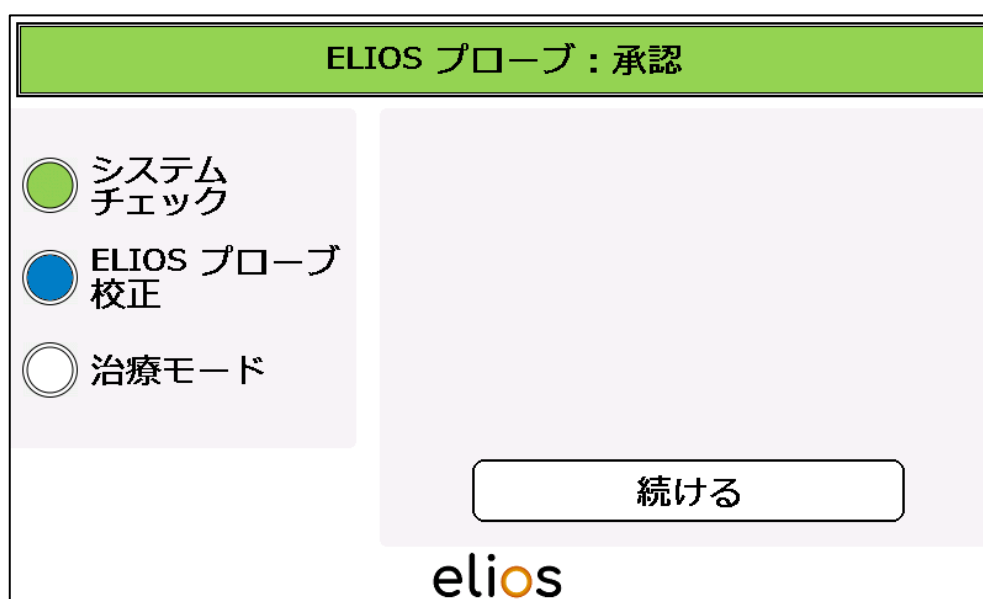

図 4-7 : ファイバー認識 - ELIOS PROBE: ACCEPTED
- 新しい滅菌ファイバーが接続されると、「**ELIOS PROBE: 「ELIOS PROBE: ACCEPTED」**」と表示されます。「**CONTINUE**」（図 4-7）を押すと次のメニューが表示されます。